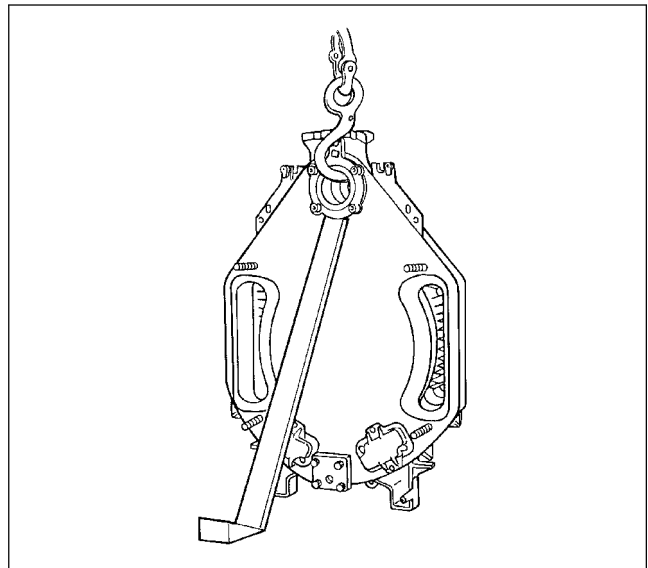

Abb. 6
- Hinterglied aufstellen, ausrichten und gegen Umkippen sichern (Abb. 6).